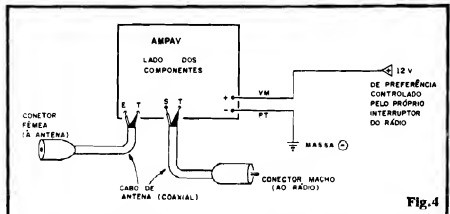
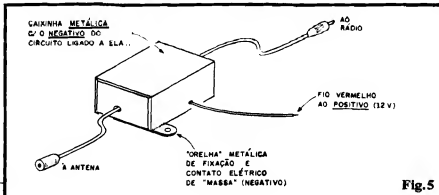

Fig. 4
Fig. 5
- FIG. 4 - CONEXÕES EXTERNAS À PLACA - São muito simples as ligações e contatos externos à placa do AMPAV, conforme detalha a figura, que mostra ainda a face não cobreada do Impresso (só que agora "visualmente livre" dos componentes, já demonstrados na figura anterior, para não "embananar" a interpretação...). Os pontos fundamentais restringem-se à perfeita polarização de todas as ligações... A entrada de alimentação deve ser cuidadosamente demarcada, usando-se cabo vermelho para o positivo, e preto para o negativo ("terra" ou massa...), conforme é convencional. As conexões de sinal (Entrada e Saída) devem ser feitas com o cabo coaxial próprio, lembrando sempre que aos pontos "T" são ligadas as "malhas" dos cabos, enquanto que os condutores "vivos" (internos aos cabos, isolados da "malha") vão, respectivamente, aos pontos "E" e "S"... Na terminação dos ditos cabos coaxiais, devem ser aplicados conectores apropriados, sendo um "fêmea" (jaque) no cabo de
- FIG. 5 - CAIXA E INSTALAÇÃO - Não é conveniente que a plaquinha do circuito fique "ao Deus dará"... É quase que obrigatória a sua inserção num pequeno container metálico (as dimensões mínimas estão no item "OPCIONAIS/DIVERSOS" da LISTA DE PEÇAS...). Se o fio preto (negativo) da alimentação (ver fig. 4) for internamente conectado, por solda, ao próprio corpo metálico da caixinha, e se esta for dotada de uma lapela ou "orelha" furada de fixação, será através dessa fixação que o negativo da alimentação encontrará seu "percurso" elétrico, sem problemas,